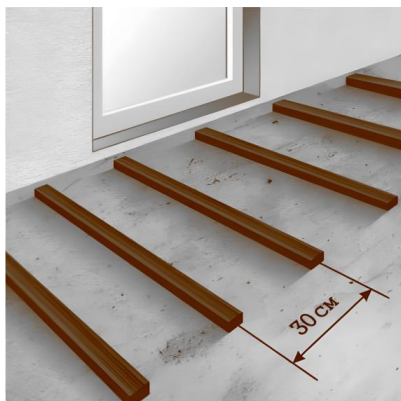

Рисунок 1
- на ровное бетонное основание (рис. 1);